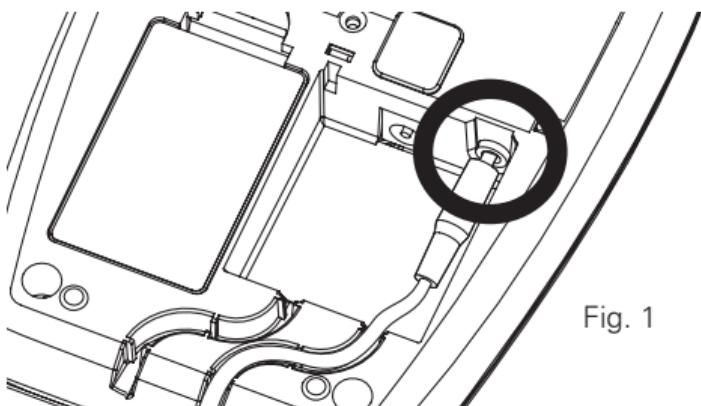

Fig. 1
1. Branchez le connecteur du coussin vibrer au module stroboscopique (tel qu'illustré en Fig. 1). Passez les fils dans le guide-fil.